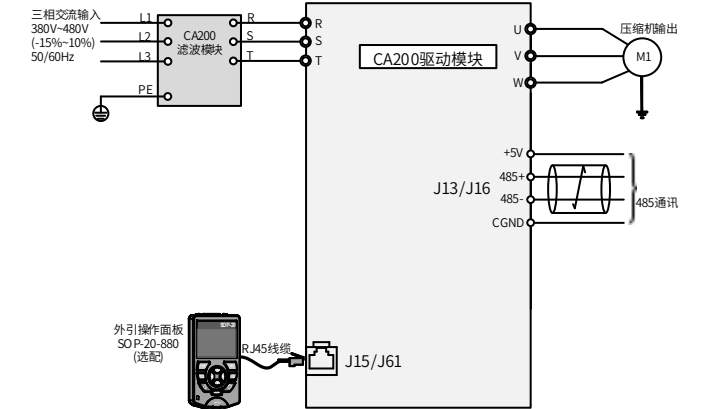

图 7 CA200系列标准电气接线图
- 第1步：按照图7标准电气接线图进行接线，并确保驱动器电气接线正确、牢固（如电源输入线RST、压缩机输出线UVW、风机输出线J7等），请注意各接线的相序和正负，否则会导致变频器或负载损坏。